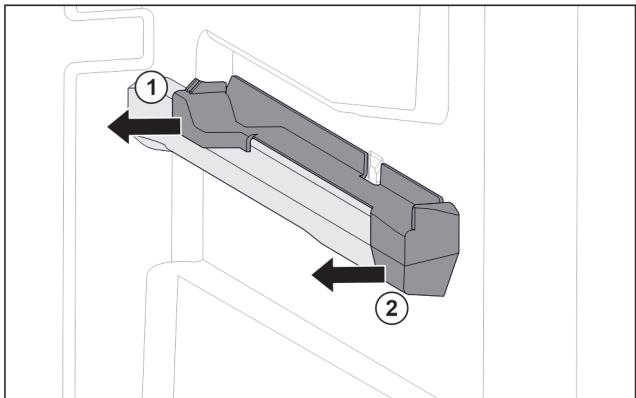

Fig. 124 右侧容器肋梁上的插装件
▶ 将插装件后部拉到一侧。 Fig. 124 (1)
▶ 将插装件前部拉到一侧。 Fig. 124 (2)